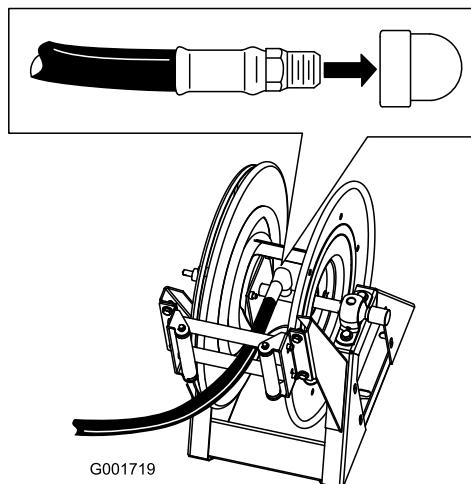

Figura 19
1. Avvolgete del nastro di Teflon attorno ai filetti del raccordo sul flessibile lungo, e montate il raccordo nel tubo di connessione sull'avvolgitubo (Figura 19).